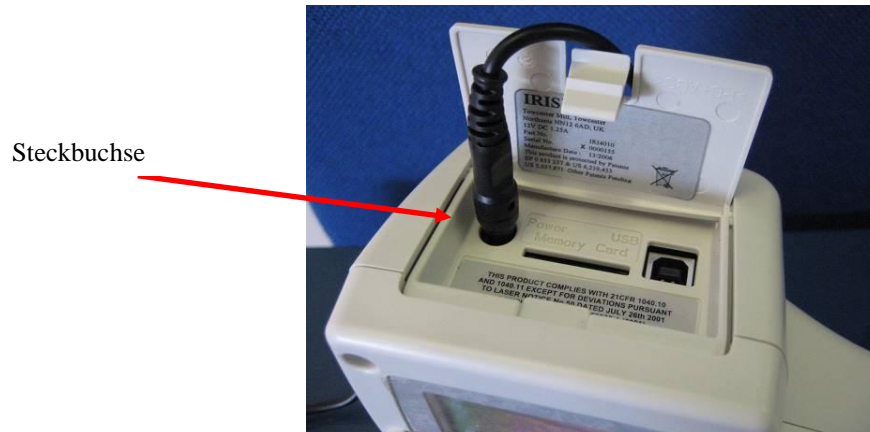

Bild 4 Anschluss des Adapters
2. Stecken Sie das mitgelieferte 12 V – Kabel in die Buchse der Wärmebildkamera ein (wie auf Bild 4 zu sehen).